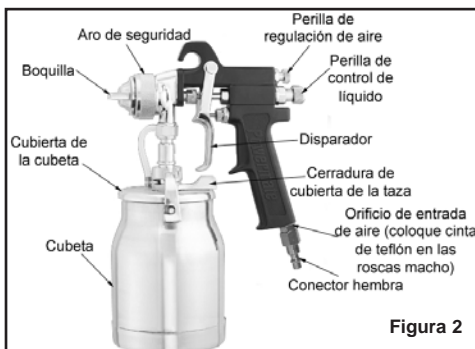

Figura 2
- Instale un conector hembra NPT de 1/4" (no incluido) en el orificio de entrada de aire de la herramienta (ver Figura 2). **Nota: Utilice cinta Teflon® en todas las conexiones de rosca.**
- Perilla de ajuste del patrón de rociado (ver Figura 2): para un patrón completo gire la perilla en sentido antihorario y para obtener un patrón redondo gire la perilla en sentido horario. Esta perilla se usa para crear el patrón adecuado de pintura a medida que sale de la pistola para pintar.
- Perilla de control de líquido (ver Figura 2): gire en sentido horario para reducir la cantidad de pintura y gire en sentido antihorario para aumentar la cantidad de pintura. Esta perilla controla la cantidad de pintura que se mezcla con el aire. **NOTA: si gira totalmente la perilla de control de líquido, la pistola emitirá sólo aire.**